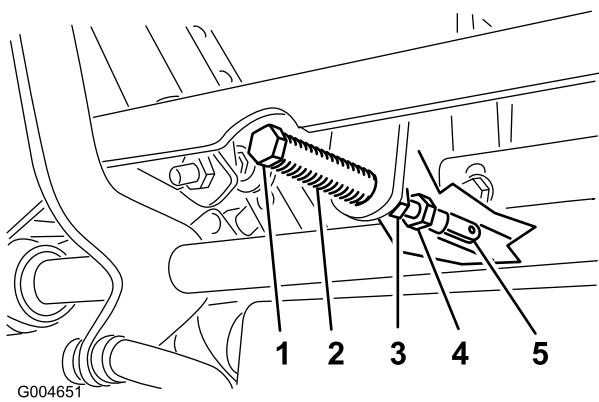

図 63
- クレビス・ピン(ピボット・シャフトの上のアームについている)がスロットの端部に接触する(スプリングに圧力が掛かり始める位置)まで、レバーを手前に引く(図 63)。
7. 調整が必要な場合は、ジャム・ナットをゆるめて調整ナットをヨーク側に移動できるようにする(図 63)。
8. コントロール・レバーを軽く手前(後退側)に引きながら、調整ボルトを回して、コントロール・レバーがちょうどニュートラル固定位置にくるように調整する(図 63)。
9. ナットとジャム・ナット(図 63)を締め付ける。
9. ボール・ジョイント部でジャム・ナット（図 63）を締めつける。